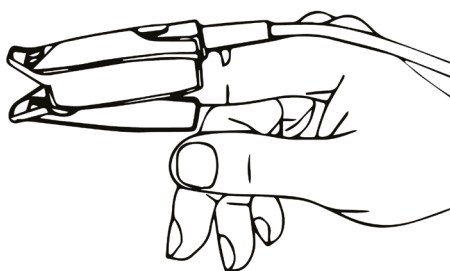

Figura 3.1 Demonstração para o sensor de SpO2
3. Insira um dedo (de preferência o dedo indicador, a unha não deve ser muito longa e estar sem esmaltes escuros) no clipe do sensor de acordo com a marca do dedo, conforme mostrado na figura 3.1.